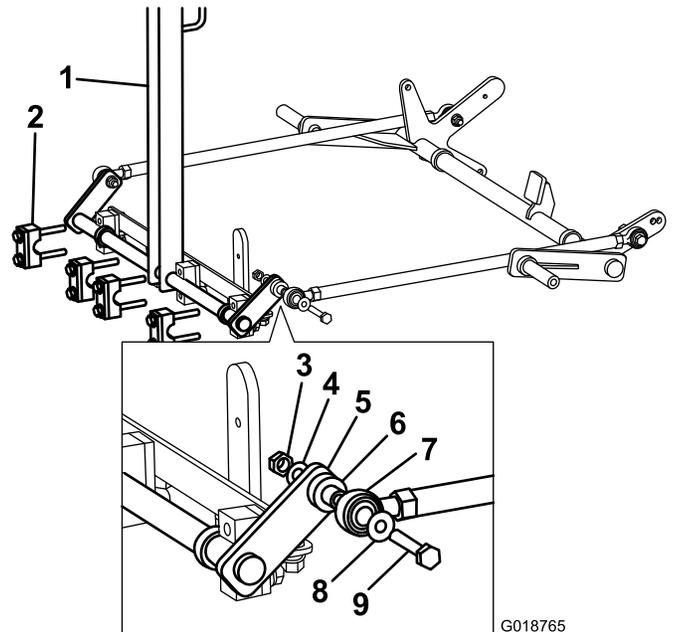

Bild 4
2. Stecken Sie die Schraube durch die Scheibe und das Stangenende, die Buchse, die Stange und die Scheibe und befestigen Sie sie mit der Mutter (Bild 4).